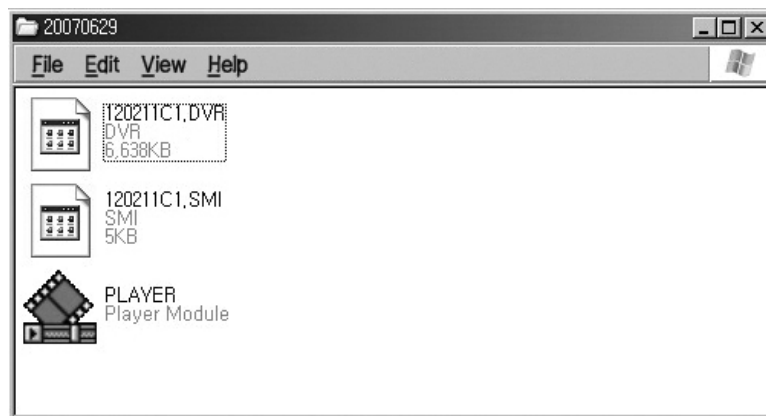

Figura 1. Arquivo de backup na pasta de memória USB
1. Depois de você ter feito o backup dos dados de vídeo como tipo DVR, existirão 3 arquivos na pasta de memória USB. (Figura 1)